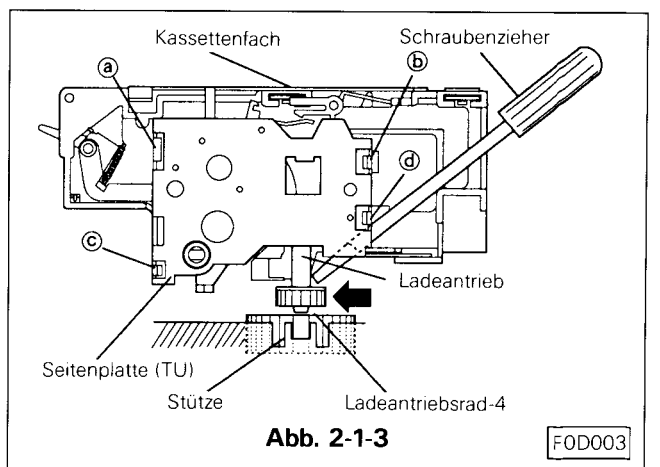

Abb. 2-1-3
- Bringen Sie das Kassettenfach über die Positionslöcher ⑤ und ⑥, und schieben Sie es mit den beiden U-Löchern ⑦ und ⑧ placent an der Front rechts und links unter die Befestigungspinne. (erst die linke Seite)
- Das Kassettenfchantriebsrad ist nach Abschnitt B. in den meisten Fällen noch nicht in dem Halter fixiert. In diesem Falle bewegen Sie das Antriebsrad durch drücken in Richtung vorwärts, damit es im Antrieb einrastet. Siehe Abb. 2-1-3 ist es wie oben beschrieben nicht möglich, das Antriebsrad einrasten zu lassen, schieben Sie das Antriebsrad 4 a etwas unter das Deck und das Kassettenfchantriebsrad ist sehr einfach zu fixieren.
- Das Kassettenfach mit den Schrauben ①, ②, ③ und ④ befestigen.
2-2-1 Ausbau (siehe Abb. 2-1-3, 2-2)
- Die Halteschnapper (①, ②, ③ und ④) der Platte an der Aufwickelseite des Kassettenfachs lösen und die Platte entfernen. (Siehe Abb. 2-1-3)
2-2-2 Einbau (siehe Abb. 2-1-3, 2-2)
- Die Seitenplatte am Kassettenfach Aufwickelseite aufsetzen und in die Schnappen ①, ②, ③ und ④ einrasten. (Siehe Abb. 2-1-3)